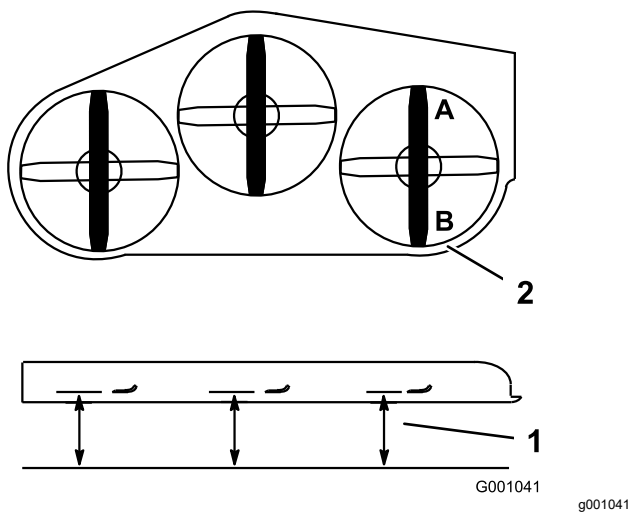

Figure 83
2. Tournez 1 lame dans le sens longitudinal. Aux points **A** et **B**, mesurez l'écart entre une surface plane et le tranchant de la pointe des lames (Figure 83).